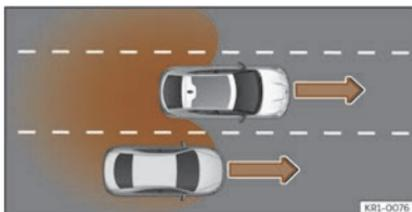

Fig. 125 Sorpasso nella corsia centrale e spostamento successivo nella corsia di destra.
- Quando si sorpassa un altro veicolo >>> **fig. 125** con una differenza di velocità di circa 10 km/h (6 mph). Se il sorpasso è notevolmente più rapido, non viene fornita alcuna indicazione.